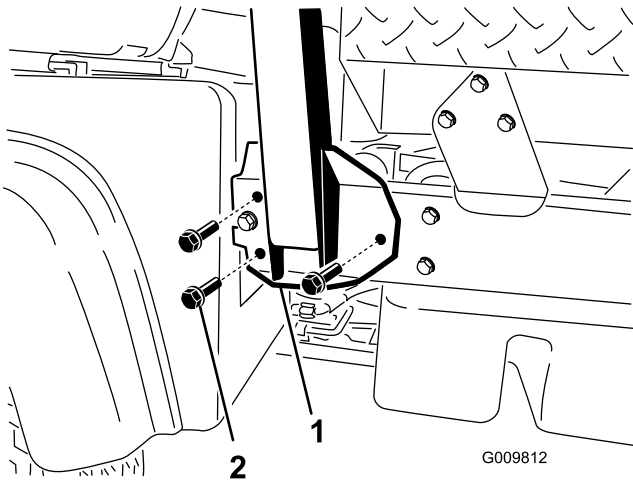

Figure 4
1. Placez chaque côté de l'arceau de sécurité en face des trous de montage de chaque côté du châssis du véhicule, comme illustré, voir Figure 4.